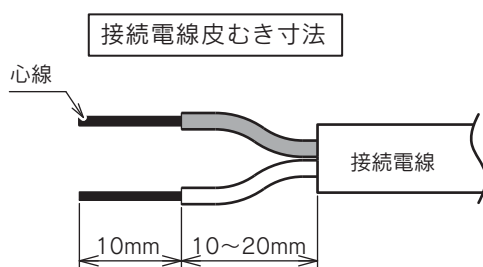
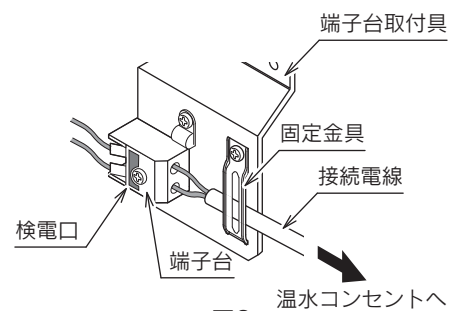

図2
図3
2. 接続電線(VVF φ 1.6mmまたはVVF φ 2.0mm・現地手配)の先端を皮むきし(図2)、端子台の検電口から心線が見えるまで差し込みます。(図3)
3. 接続電線を固定金具で、端子台取付具に固定します。(図3)